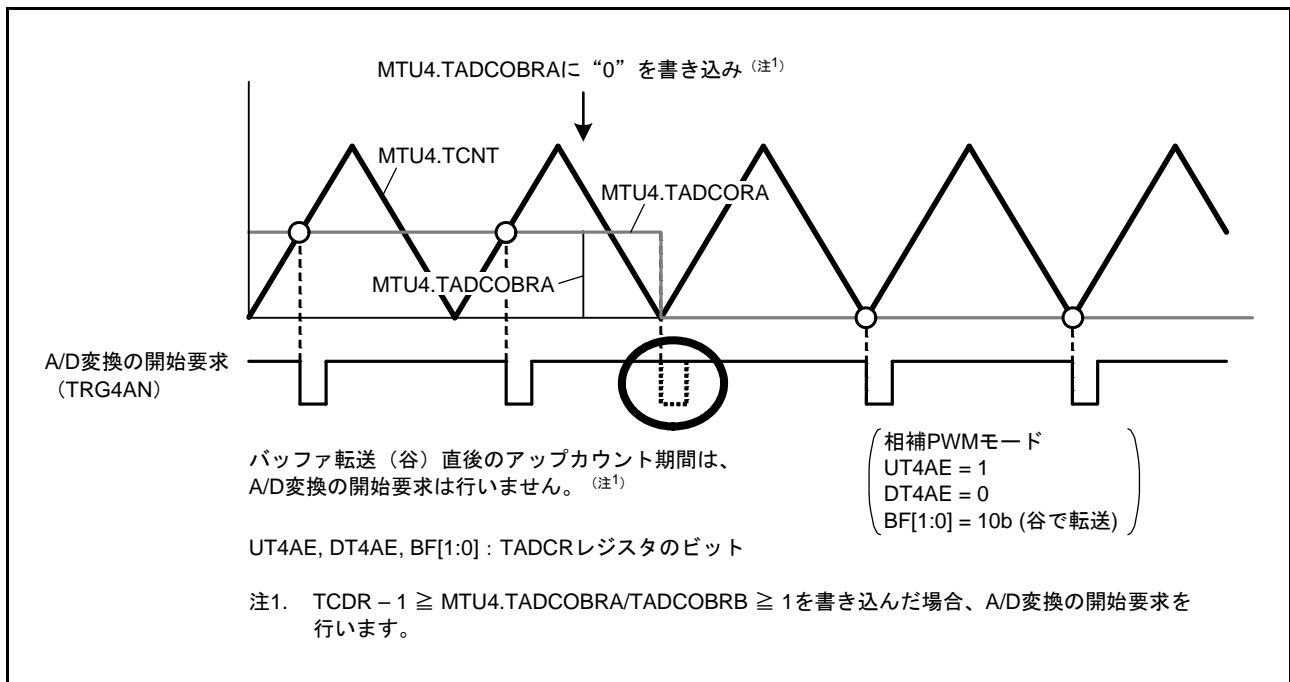

図 19.141 MTU4.TADCOBRA に“0”を書き込んだときの A/D 変換の開始要求 (MTU4)
- MTU4.TADCOBRA、MTU4.TADCOBRB レジスタに“0”、かつ、MTU4.TADCR レジスタの UT4AE、UT4BE ビットに“1”を設定して、MTU4.TCNT カウンタの谷でバッファ転送したとき、転送直後のアップカウント期間については A/D 変換の開始要求を行いません (図 19.141)。